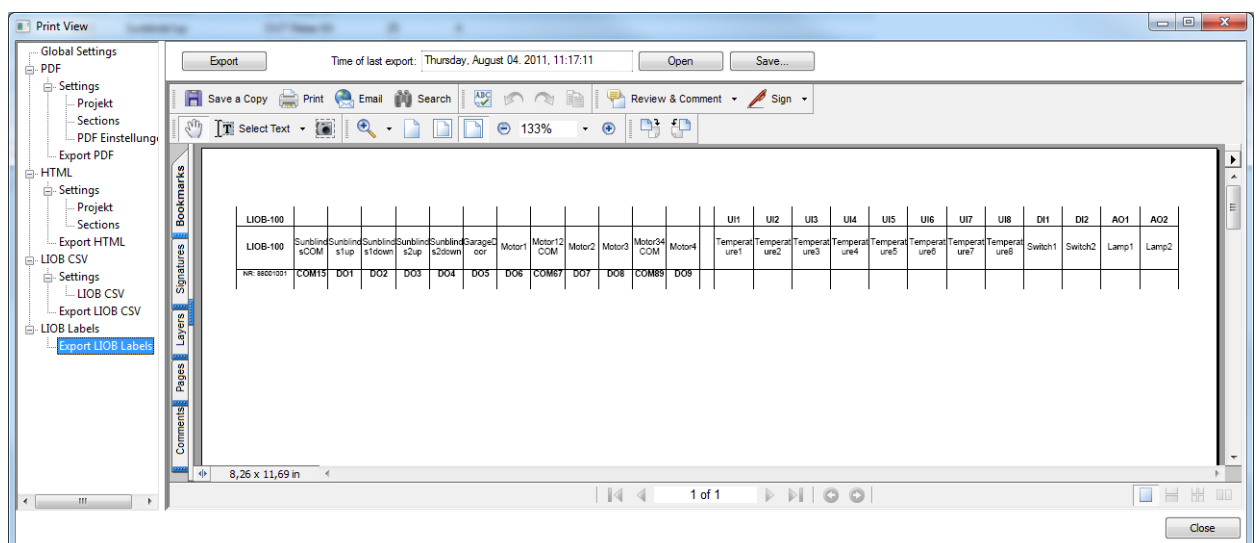

Abbildung 80: Druckansicht
3. Dies öffnet den Druckansicht-Dialog, wie in Abbildung 80 gezeigt. Wählen Sie auf der linken Seite **LIOB-Labels exportieren**.